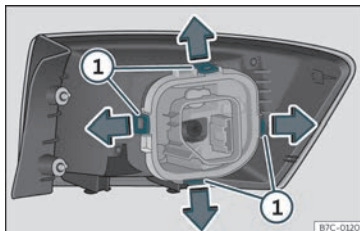

Fig. 48 Linguetas de fixação na parte posterior da unidade de luz traseira.
- Desmonte o porta-lâmpadas desbloqueando as linguetas de fixação »» **Fig. 48 ①**.